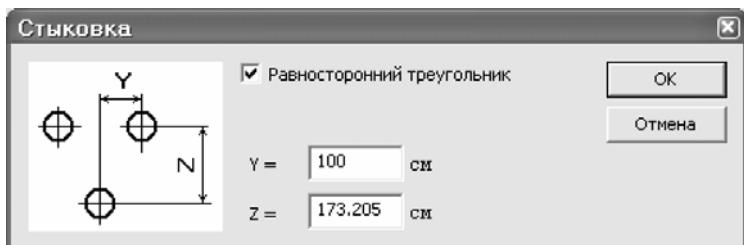

Рис.8.11. Диалоговое окно Стыковка
- В диалоговом окне **Стыковка** (рис.8.11) введите значение **Y = 100 см** (значение **Z** при установленном флагажке в поле **Равносторонний треугольник** вычисляется автоматически).